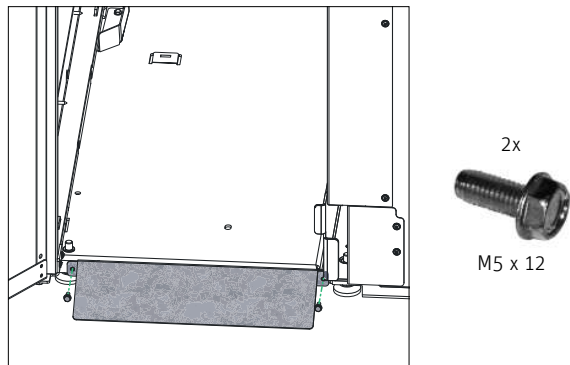

Fig. 122 Auffahrtsrampe mit 2 TT-Schrauben (M5 x 12) montieren
- Auffahrtsrampe für Aschebox mit 2 vormontierte TT-Schrauben (M5 x 12) befestigen – Fig. 122.